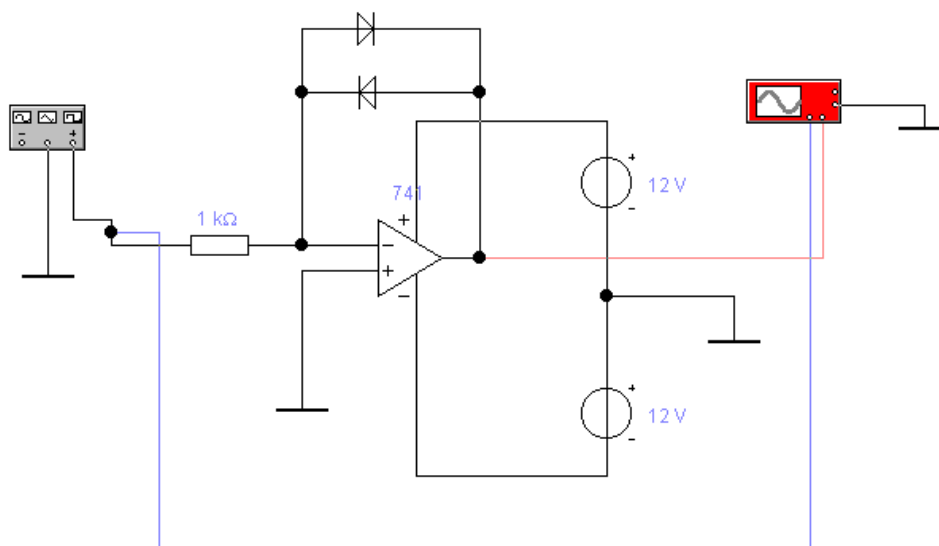

Рис. 3. Схема логарифмического усилителя – ограничителя на операционном усилителе
4. Собрать принципиальную схему логарифмического усилителя - ограничителя рис. 3.